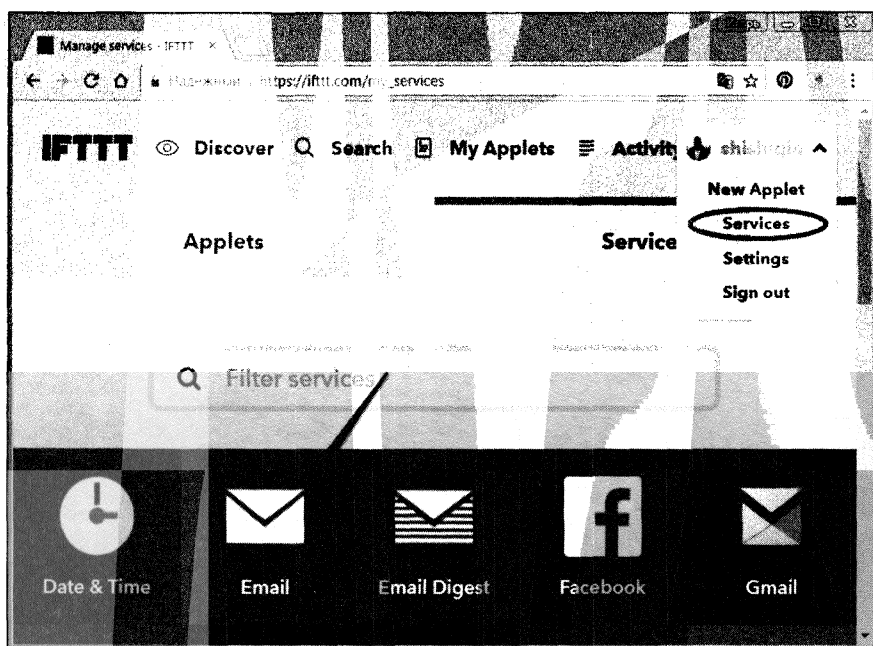

Рис. 7.4. Выбор сервиса **Email** для работы с сообщениями электронной почты
1. Выберите в выпадающем меню команду **Services** и затем сервис **Email** (рис. 7.4).